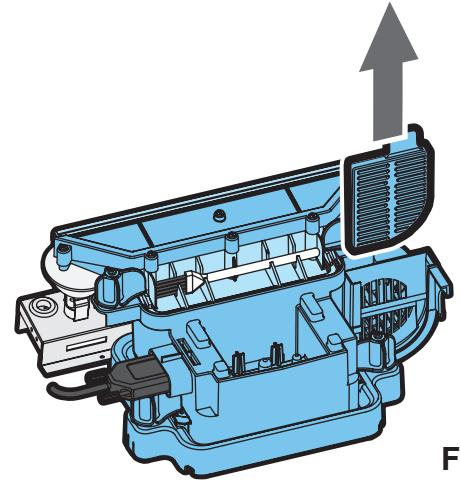

Fig.17
4. Deslice suavemente hacia arriba el soporte de plástico del filtro de aire. (Vea la Fig. 17)